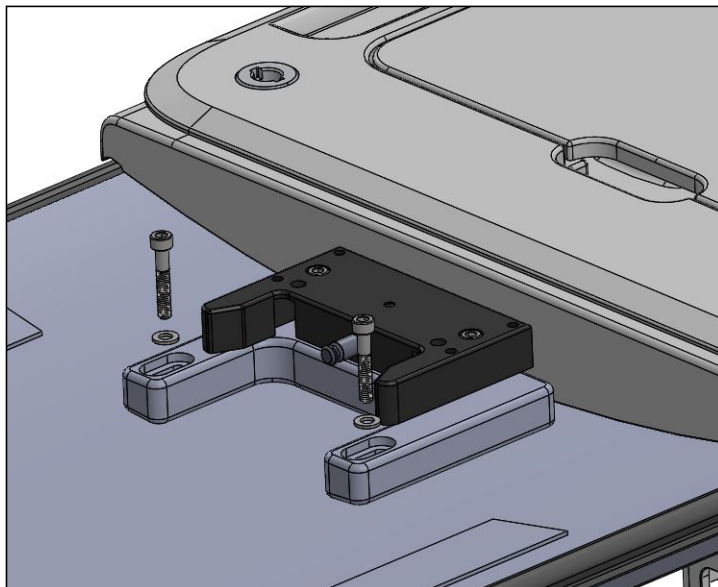

图 28
1. 使用 M6 垫圈和 M6 x 1.35 mm 螺钉将脚端安装配件固定在床板上 (图 28)。